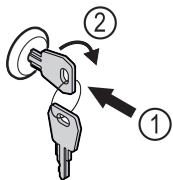

Fig. 122
- ▶ Uvucite ključ. Fig. 122 (1)
- ▶ Okrenite ključ za 90° nadesno. Fig. 122 (2)